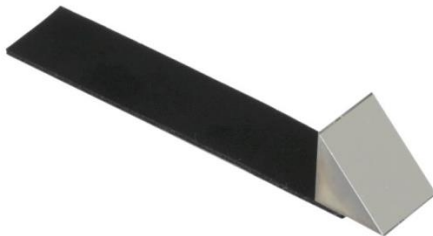

Bild 66: Prisma zur Überwachung des Abstandes von IC und Sondenspitze
3. Legen Sie das Prisma (Bild 66) neben die gewünschte Stelle. Die abgeschrägte Fläche des Prismas wird als Spiegel verwendet, um den vertikalen Abstand zwischen Sondenspitze und IC-Oberfläche mit Hilfe der DM-CAM beobachten zu können. Die DM-CAM muss so justiert werden, dass der vertikale Abstand zwischen Sondenspitze und IC über das Prisma eindeutig erkannt werden kann.